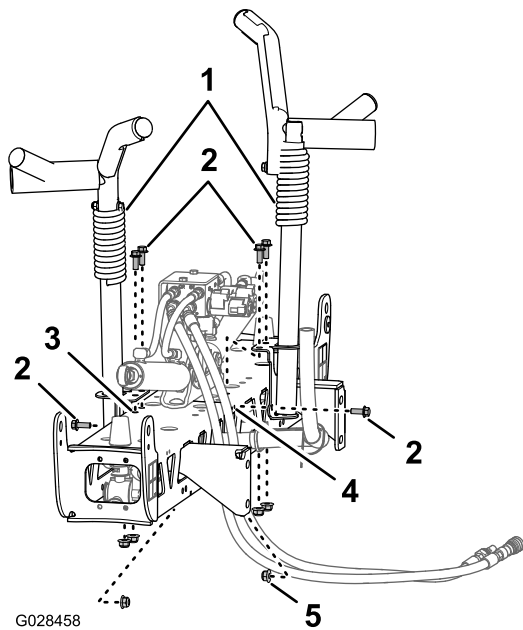
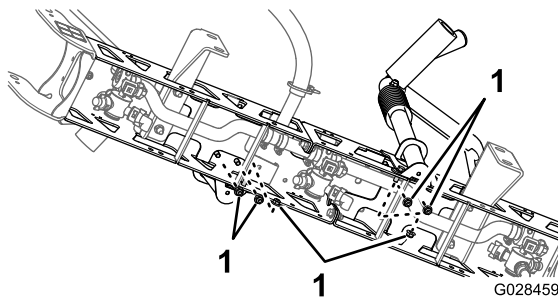

図 37
図 38
2. 移動走行用ブームクレードルをセンターブームに合わせる (図 37)。
3. ボルト $\frac{3}{8}$ x 1" 6本とフランジナット $\frac{3}{8}$ "を使用して、クレードルをboomに固定する 図 37 と 図 38。